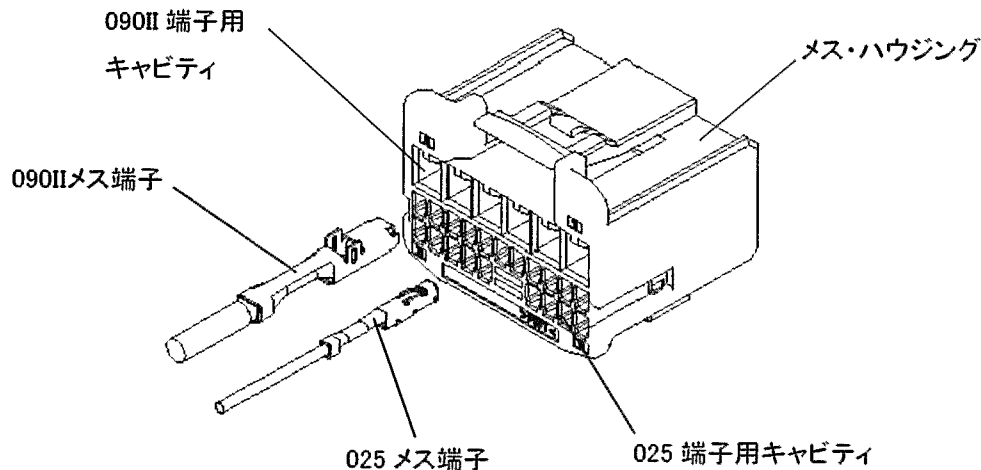

Fig.9
- (4)Fig.9 のような向きにメス端子を指定のキャビティ(穴)に挿入します。ランス(025: 端子ランス、090II: ハウジングランス)が係止され、それ以上挿入できなければ完了です。
- (5)更に電線を 20N 以下で引張り、端子が抜けてこないことを確認して下さい。